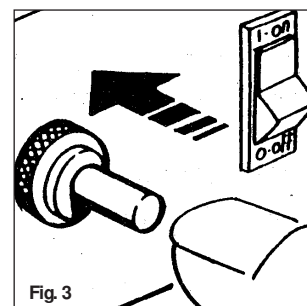

Fig. 3
- Apretar el pulsador de la válvula del gas y contemporáneamente apretar varias veces el pulsador del piezoeléctrico hasta que el quemador se encienda (Fig. 3 - 4)